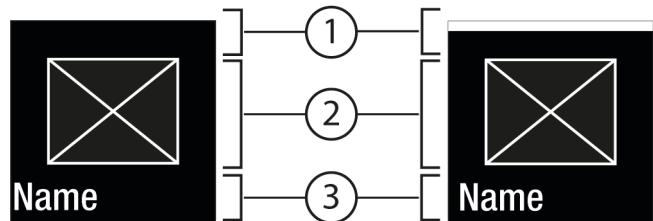
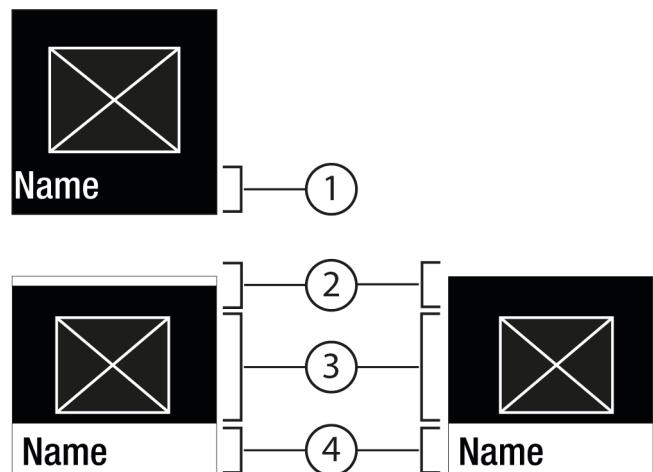

Fig. 7
Fig. 8
- С помощью Подтвердить Fig. 6 (2) вызвать Подменю Fig. 8 (4).
- Установка нового значения: С помощью Подтвердить Fig. 6 (2) выбрать деактивированное значение Fig. 7 (1).
- Назад в меню: С помощью Подтвердить Fig. 6 (2) выбрать уже активированное значение Fig. 7 (2).
- Состояние: активировано Fig. 7 (1) появляется недолго в Подменю Fig. 8 (4).